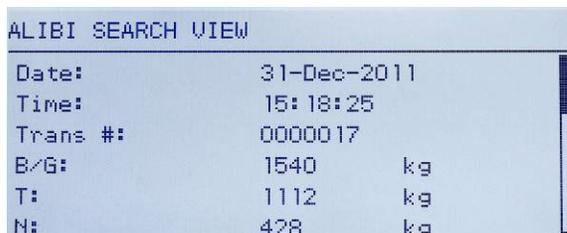

Figura C-2: Visualização dos resultados da busca na memória álibi
- A tela Ver procura de álibi exibe os resultados da busca classificados em ordem cronológica. O registro mais atual será exibido primeiro. Cada registro adicional pode ser visualizado, pressionando-se a tecla de navegação para BAIXO. A Figura C-2 inclui uma série de telas para mostrar o conteúdo de mais registros disponíveis na vista.